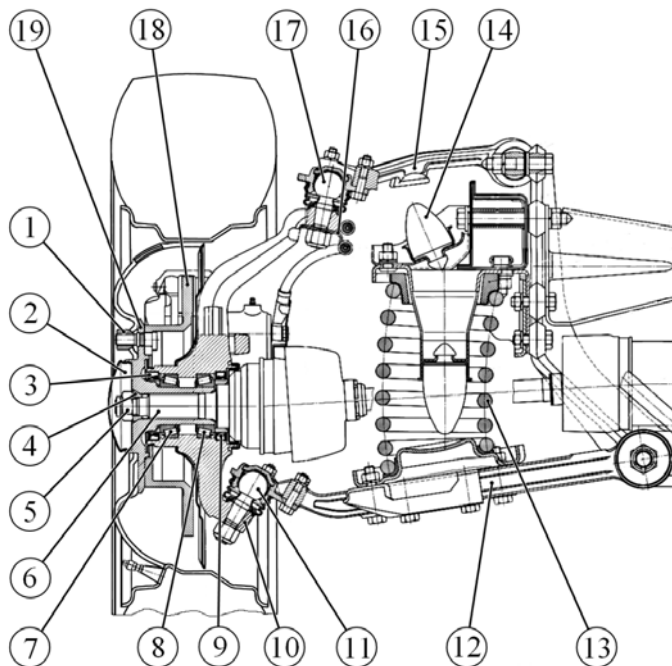

Рисунок 1 – Передняя подвеска автомобиля LADA 4X4 21214М:
2.2 Ослабить пять гаек 1, рисунок 1, крепления переднего колеса (головка сменная 19, вороток и удлинитель или гайковерт типа 2250 ф. "Rodcraft", Германия).
2.7 Установить подставку под нижний рычаг 12, рисунок 1, передней подвески и, опуская автомобиль, сжать пружину 13 до разгрузки буфера отбоя 14 (подставка страховочная типа 67D93702, "АИСТ" г. Санкт-Петербург).
2.11 Отвернуть гайку крепления нижнего шарового пальца 11, рисунок 1, к поворотному кулаку 10, выпрессовать шаровые пальцы 11 и 17 из посадочных мест в кулаке и снять с хвостовика 6 наружного шарнира привода поворотный кулак со ступицей 19 и тормозным диском 18 в сборе (ключ кольцевой 22, съемник типа 12623 код 71 05 00 01 ф. "Stahlwille").
№ документа	<p>6.2 Повернуть поворотный кулак 10, рисунок 1, в крайнее левое (правое) положение и вывести хвостовик 6 наружного шарнира привода переднего колеса из полости поворотного кулака.</p>